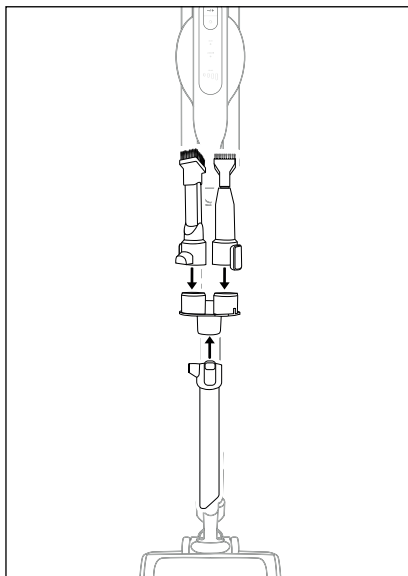

Fig. 20
- ◆ Rimuovere gli accessori dall'apparecchio e conservarli nell'apposito porta-accessori **17** (vedere fig. 20).